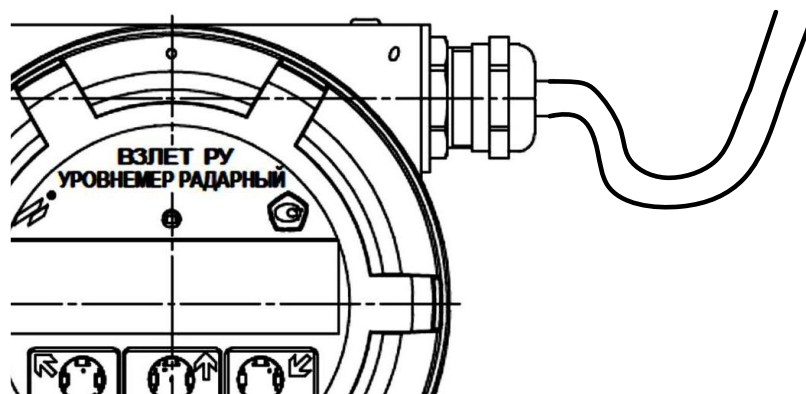

Рис.13. Использование U-образной петли при монтаже кабеля
4.2.4. Для исключения возможности попадания влаги, осадков или конденсата внутрь вторичного преобразователя через гермоввод, необходимо подключить кабель питания и связи с образованием ниспадающей U-образной петли в вертикальной плоскости (рис.13).